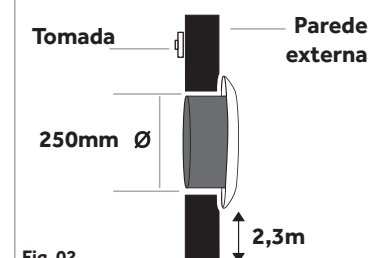

Fig. 02
2. Fixe na parede a parte externa do exaustor. Fig. 02;
3. O Exaustor deve ser instalado a uma altura mínima de 2,3m do chão. Fig. 02;